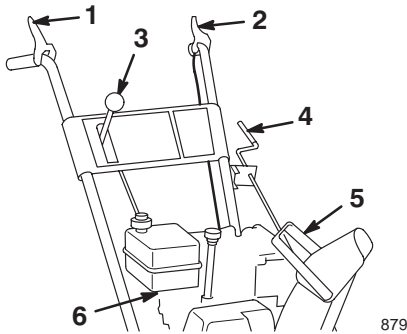

Figure 13
- **Commande de tarière/roue hélice** (Fig. 13)—Pour embrayer la tarière et la roue hélice, serrez la manette contre la poignée du mancheron de droite. Pour les débrayer, lâchez la manette.
- **Commande de traction** (Fig. 13)—Pour embrayer la traction (entraînement des roues), serrez la manette contre la poignée du mancheron de gauche. Pour arrêter la traction, lâchez la manette.
- **Changement de vitesse** (Fig. 13)—Cette commande offre quatre vitesses : trois vitesses de marche avant et la marche arrière. Pour changer de vitesse, placez le levier dans la position souhaitée. Le levier s'engage dans un cran pour chaque vitesse choisie.
- **Commande d'orientation de l'éjecteur** (Fig. 13)—Tournez la commande d'orientation dans le sens des aiguilles d'une montre pour déplacer l'éjecteur vers la gauche, ou en sens contraire pour le déplacer vers la droite.
- **Poignée du déflecteur** (Fig. 13)—Déplacez la poignée du déflecteur vers l'avant pour rejeter la neige plus bas ou vers l'arrière pour la rejeter plus haut.
- **Robinet d'essence** (Fig. 13)—Fermez le robinet en le tournant dans le sens des aiguilles d'une montre et ouvrez-le en le tournant dans le sens contraire des aiguilles d'une montre. Fermez le robinet lorsque vous n'utilisez pas la déneigeuse.
3. Relâchez les manettes de tarière/roue hélice et de commande de traction (Fig. 13).
- Sélectionnez la première (Fig. 13), serrez la manette de commande de traction contre la poignée, puis relâchez-la. Si la déneigeuse se met à avancer avant que vous ayez engagé la manette de commande ou après que vous l'avez relâchée, reportez-vous à la rubrique Réglage de la courroie d'entraînement de traction, page 24.
- Relâchez les manettes de commande de traction et de tarière/roue hélice (Fig. 13).